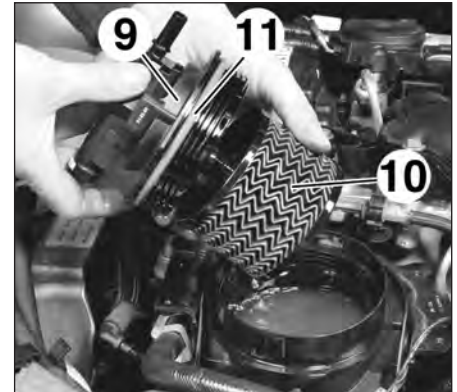

FIG.60
- Retirer le filtre à carburant (10) du couvercle (9) (Fig.60).
- Déposer le joint (11) du couvercle.